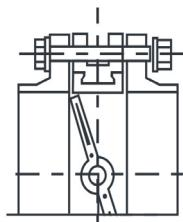

Рис. 4
12. Перед началом монтажа диск поворотного затвора необходимо немножко приоткрыть, но так, чтобы диск не выходил за корпус дискового поворотного затвора (рис. 4).